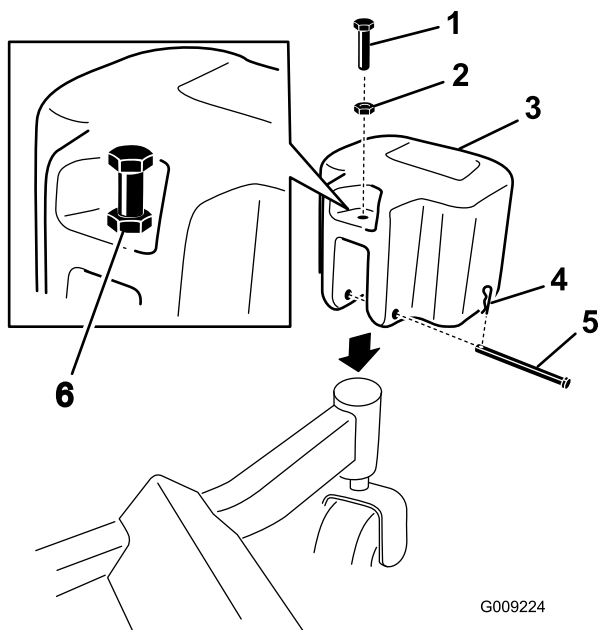

Figure 33
1. Montez les masses sur les roues pivotantes avant à l'aide d'un axe de chape et d'une goupille fendue (Figure 33).
2. Placez l'écrou sur chaque boulon taraudé et mettez les boulons dans chaque masse (Figure 33).